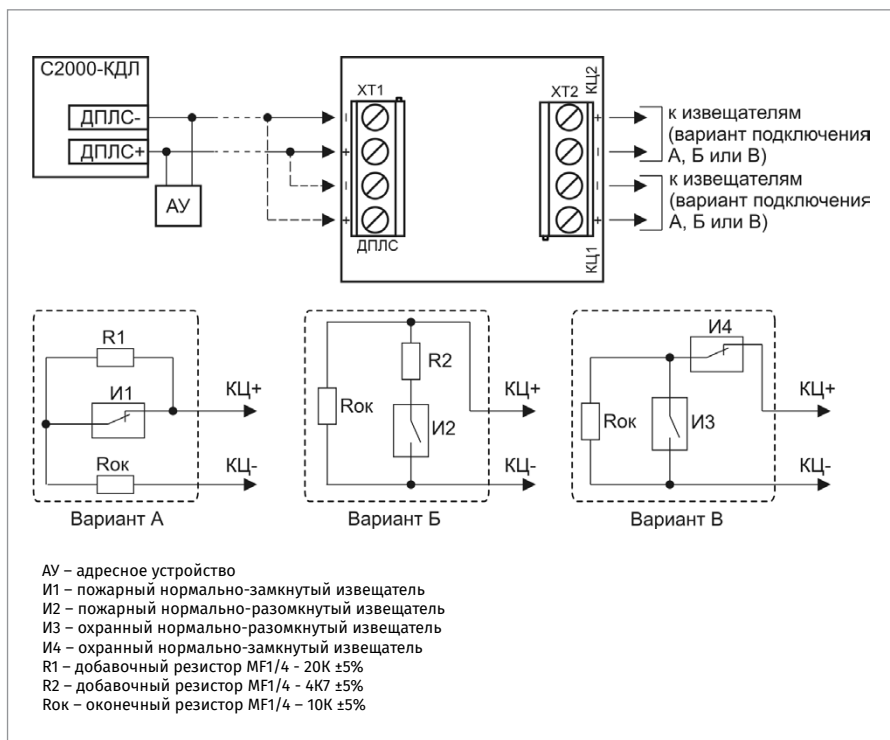

Рисунок 7. Схема внешних соединений адресного расширителя С2000-АР2
2. Схема внешних соединений приведена на Рисунок 7.